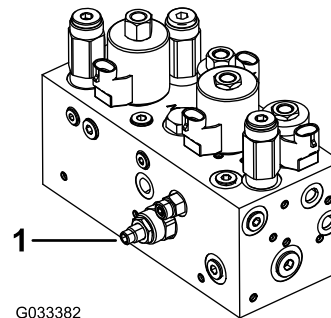

Figura 48
El circuito de elevación/bajada de la unidad de corte está equipado con una válvula de control de flujo (Figura 48). Esta válvula viene ajustada de fábrica con una abertura de aproximadamente 3 vueltas, pero es posible que sea necesario ajustarla para compensar diferencias en la temperatura del fluido hidráulico, la velocidad de siega, etc.
1. Levante el asiento y localice la válvula de control de flujo del bastidor de tiro central (Figura 48), situada en el lateral del colector hidráulico.